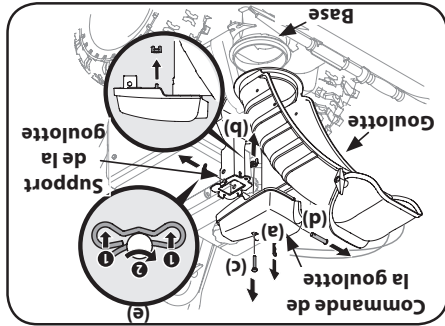

Figure 2-22
1. Retirez la goupille fendue (a), l'écrou à oreilles (b) et la vis hex. (c) qui se trouvent sur la commande de la goulotte. Retirez l'axe de chape (d) et la goupille papillon (e) du support de la goulotte. Voir la Figure 2-22.